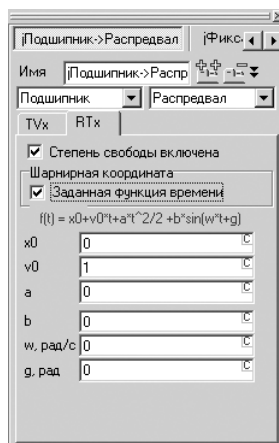

Рис. 2.16. Окно **Инспектор** после превращения цилиндрического шарнира **jПодшипник->Распредел** во вращательный
- щелкните в окне **Инспектор** по закладке **RVx**, а затем по флажку **Заданная функция времени**, если там нет флажка, для задания значений для вращательного шарнира **jПодшипник->Распредел**. Появятся соответствующие поля значений, см. рис. 2.16.